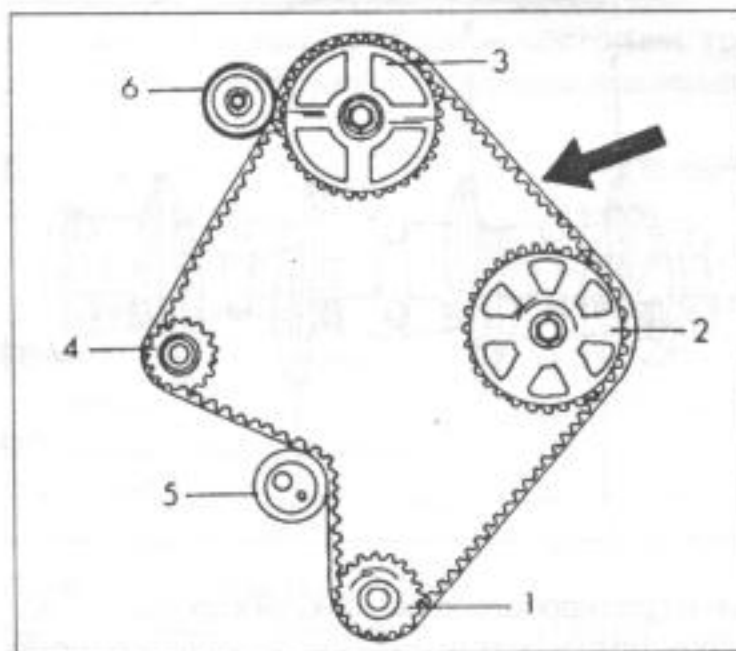

Рис. 75.
- замерять натяжение ремня между обеими приводными колесами в указанном на рис. 75 месте. Для этого нужно повесить на ремень пружинные весы и тянуть ремень с усилием 10 кг наружу. Ремень должен продвинуться на расстояние между 9,0 и 11,5 мм. В противном случае нужно повторить указанную установку.